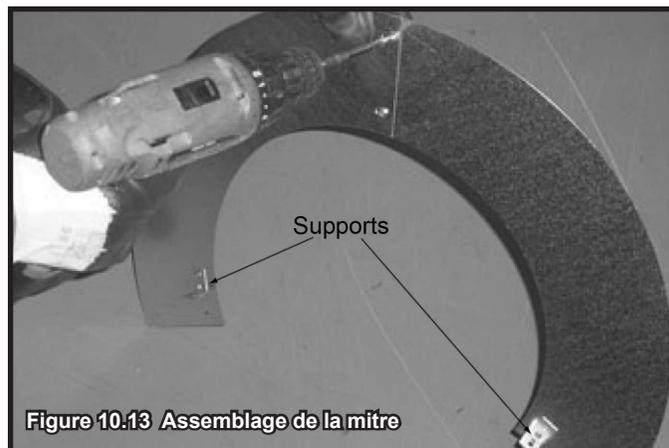

**Figure 10.12**
- Glissez le solin de toit par-dessus les sections de tuyau qui sortent du toit comme le montre la Figure 10.12.
- Calfeutrez le périmètre du solin là où il est en contact avec la surface du toit. Voir la Figure 10.12.